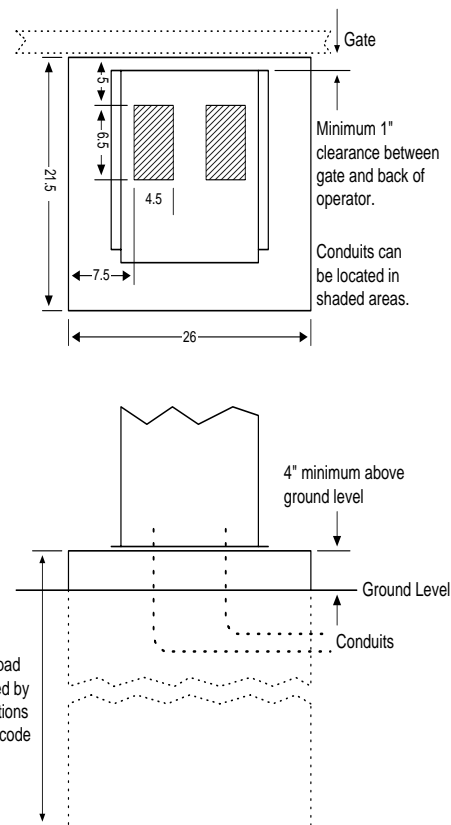

Figura 6
1. Construya una forma para la base de montaje de acuerdo a las especificaciones mostradas en figura 6. Asegúrese de nivelar la parte de encima de la forma y que la parte de encima de la forma esté un mínimo de cuatro (4) pulgadas por encima del nivel del suelo. Sugerimos que usted contacte al departamento de construcción local para determinar la profundidad requerida de la base ya que condiciones de la tierra y requisitos de código varían de ciudad a ciudad.
2. Coloque los conductos, barras de refuerzo y/o malla de alambre si se requiere. El número de conductos es determinado por los requisitos de aplicación. Nosotros sugerimos usar un mínimo de cuatro (4) conductos. 1- Líneas eléctricas de alto voltaje; 2- Líneas de control de bajo voltaje; 3- Cables de entrada de los círculos de detección (círculo abierto); 4- Cables de entrada de los círculos de detección (círculos de inversión). **Vea SECCIÓN 2.** Coloque conductos adicionales según se requiera para su aplicación. **NOTA:** Si no coloca los conductos en la base, pueden ser encaminados hacia una caja de paso donde las conexiones para el operador pueden ser hechas después de la instalación. Hay tres (3) moldes agujerados de 1/2-pulgada y un (1) molde agujerado de 3/4-pulgadas en cada lado del operador para este uso.